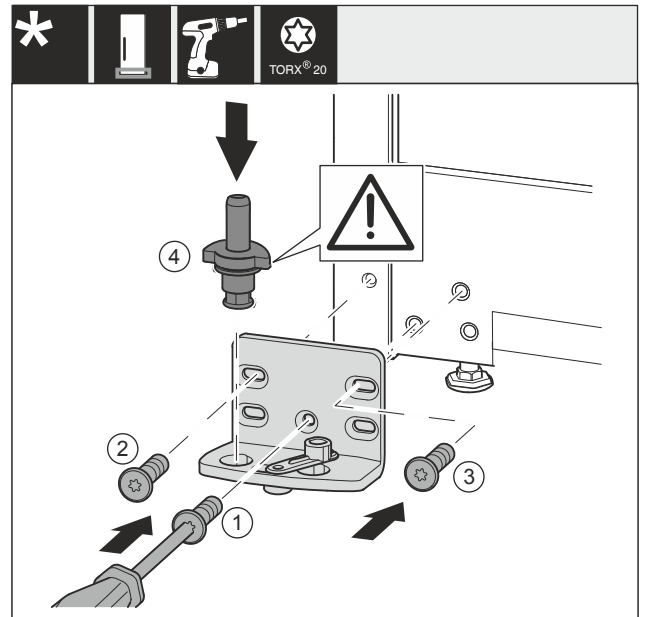

Fig. 25
- Lagerbock auf der anderen Seite ansetzen und mit Hilfe eines Schraubendrehers anschrauben. Mit der Fig. 25 (1) unten in der Mitte beginnen.
- Schraube Fig. 25 (2) und Fig. 25 (3) festschrauben.
- Lagerbolzen Fig. 25 (4) komplett einsetzen. Dabei darauf achten, dass der Rastnocken nach hinten zeigt.